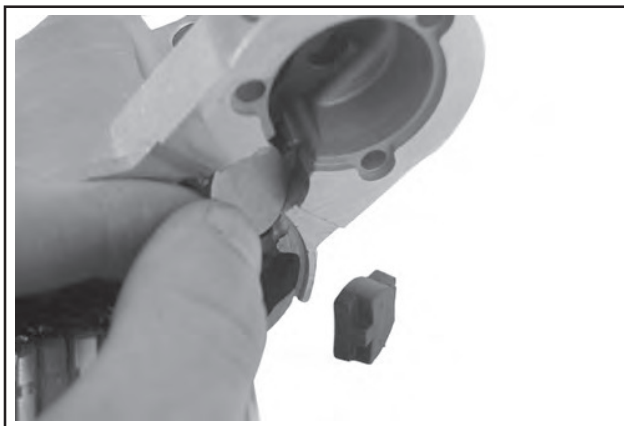

Abbildung 8-51.
7. Das Bolzenlager des Antriebshebels und die Grundplatte von der Endkappe entfernen. Siehe Abbildung 8-51.